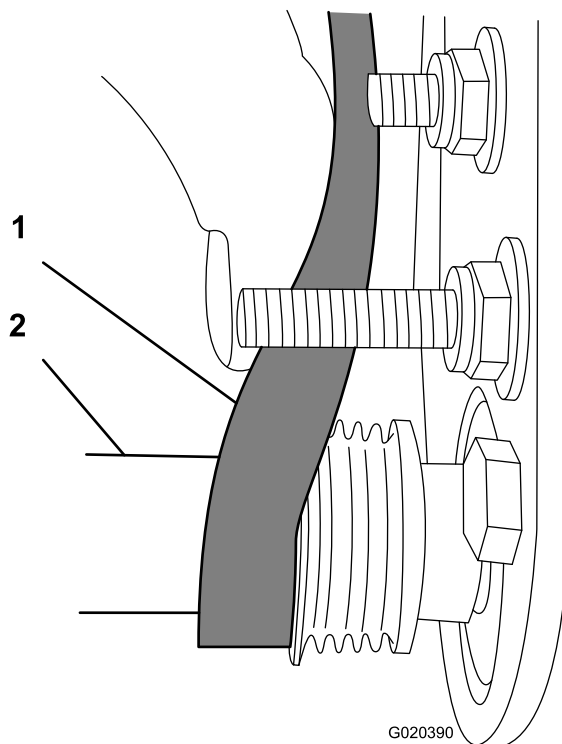

Figura 16
- Utilice una llave de vaso profundo de 9/16" para girar el conjunto del cepillo y guiar la correa sobre la polea arrastrada (**Figura 16**).